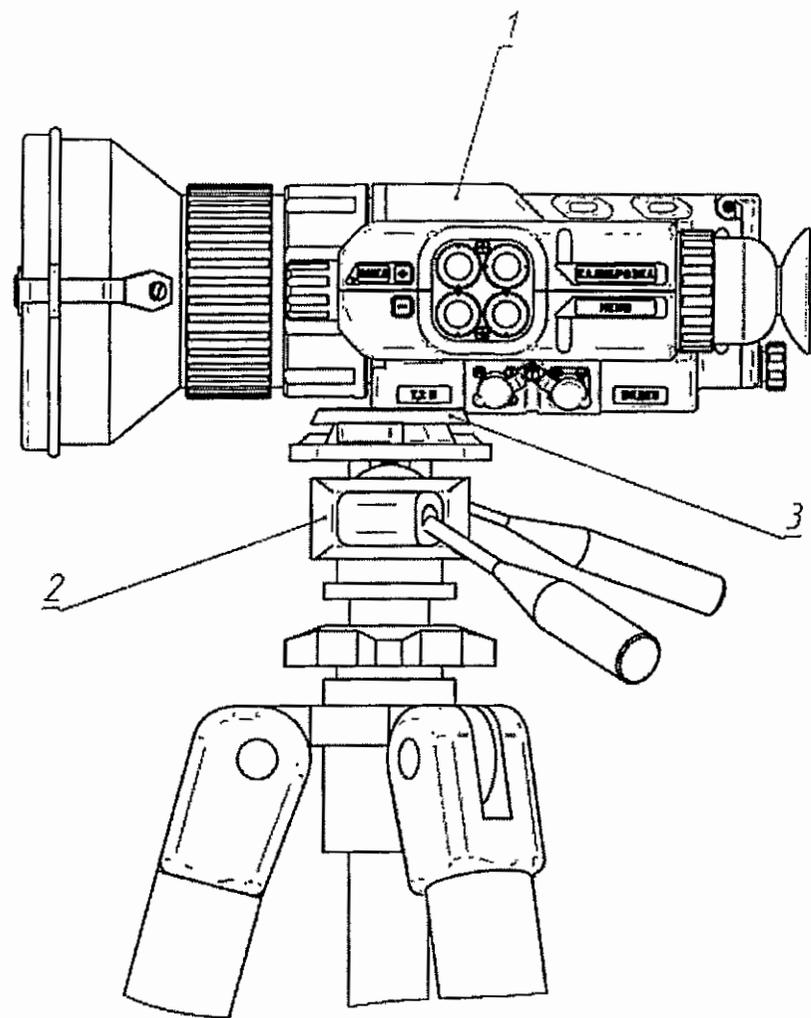

Рисунок 2 - Внешний вид изделия с объективом F100 на штативе
2.2.9 Для работы со штатива изделие 1 (рисунок 2) установить с помощью присоединительной площадки 3, входящей в комплект штатива, на посадочное место штатива 2 и закрепить. При прикреплении площадки 3 к основанию 15 (рисунок 1-1) изделия её прямой край необходимо предварительно сориентировать относительно прямой боковой стенки ограничителя посадочного места изделия, они должны совпадать. С помощью органов управления штатива установить изделие в необходимое положение.